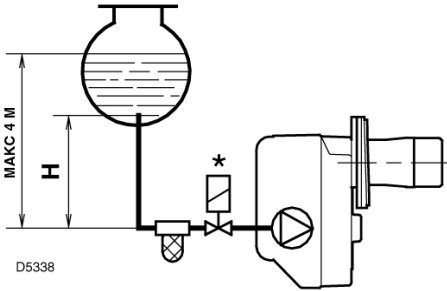

Рис. 7
- Насос предназначен для двухтрубной схемы. Если вы хотите сделать однотрубную схему, необходимо вывинтить гайку обратного трубопровода (2), отвинтить винт байпаса (3) и потом снова закрутить гайку (2) (Смотри рисунок 7).